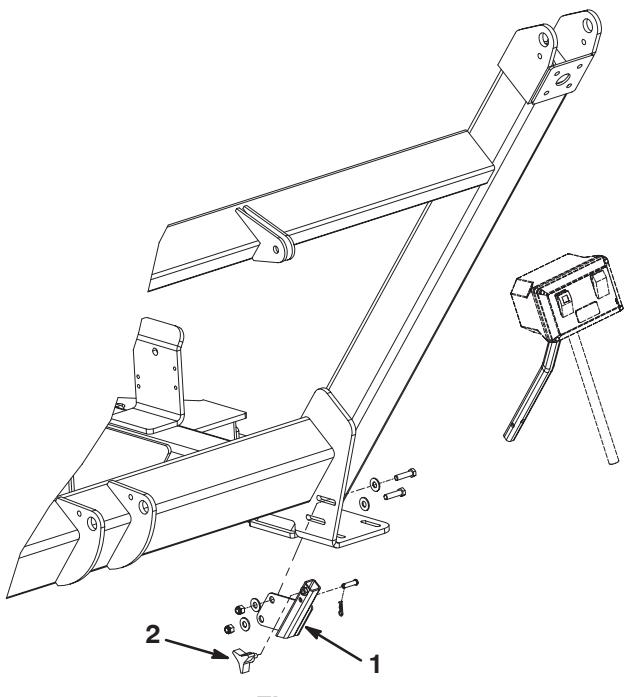

Figura 10
1. Montate il gruppo ricevente sulla staffa del telaio della spazzatrice usando due viti a testa cilindrica da 3/8-16 x 1/2 poll., quattro rondelle e due dadi. Collocate i componenti come illustrato nella Figura 10.